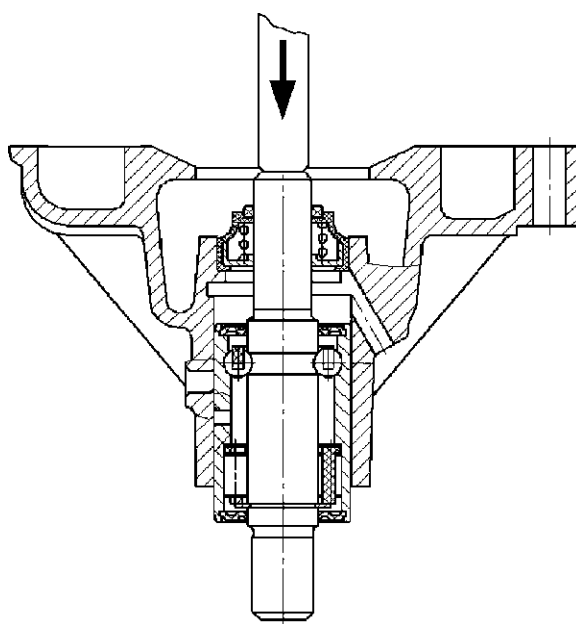

Рис. 4.51. Выпрессовка подшипника с валом насоса системы охлаждения
- выпрессуйте из корпуса подшипник в сборе с валиком. Выпрессовку подшипника производите на прессе или молотком с помощью медной оправки (рис. 4.51);